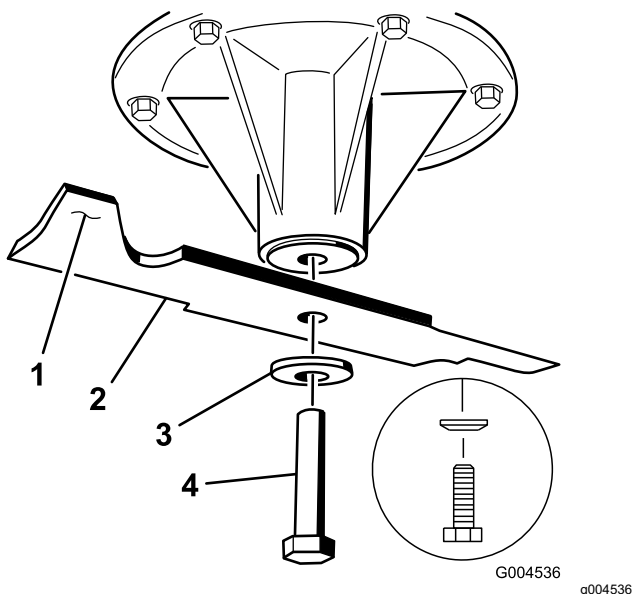

Figure 82
2. Enlevez des axes des lames gauche et centrale, le boulon de lame, la rondelle bombée et la lame (Figure 82).